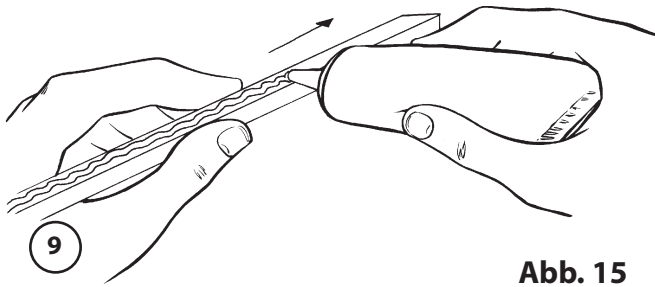
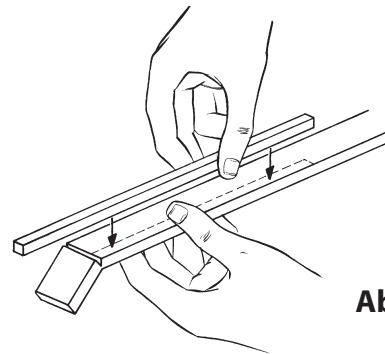

Abb. 15
Abb. 16
7.3.3 Die Rumpfverstärkung (9), rote Markierung) wird auf dem Bauplan auf die richtige Länge abgeschnitten. Die eine Seite der Rumpfverstärkung wird von vorne bis hinten mit UHU-hart eingeschmiert (Abb. 15) und auf die Seite des Rumpfes (8), auf der sich die Einkerbung befindet, geklebt. Die Verstärkung sollte dabei an der Oberkante des Rumpfstabes bündig abschließen. (Abb. 16)
7.3.4 Solange der Klebstoff noch feucht ist, wird der Seitenzugkeil (12) ebenfalls mit Klebstoff eingeschmiert und vorne am Knick zwischen Rumpfstab (8) und Rumpfverstärkung (9) eingeschoben. (Abb. 16)